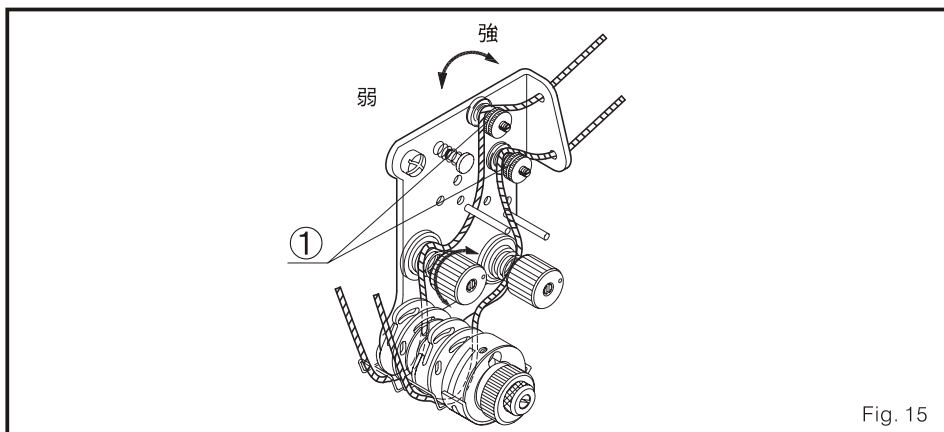

Fig. 15
- O resultado do ajuste é que ao aumentar a tensão o tamanho do fio disponível encurtou, pelo contrário, se a tensão diminui o tamanho do fio disponível se acrescentara. Gire os dois botões sujetadores de fio para ajustar a tensão. (Fig. 15)